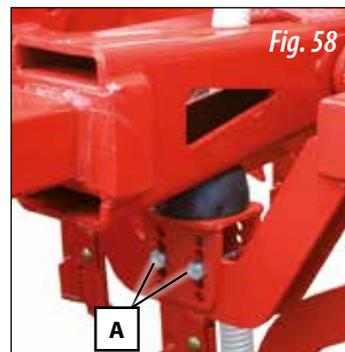

Fig. 58
- 1- Aflojar las 2 tuercas de fijación (A, Fig. 58).
- 4- Introducir los 2 tornillos y fijarlos con las 2 tuercas (A, Fig. 58).